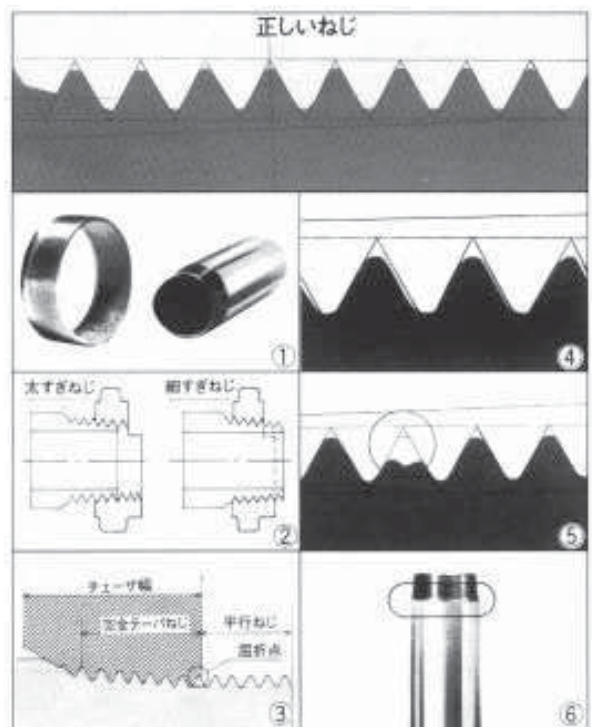

図45
① 多角ねじ（図45①）
④ 切られたねじの山ヤセ（図45④）
⑤ 切られたねじの山欠け（図45⑤）
⑥ パイプに対してのねじの偏肉切れ（図45⑥）